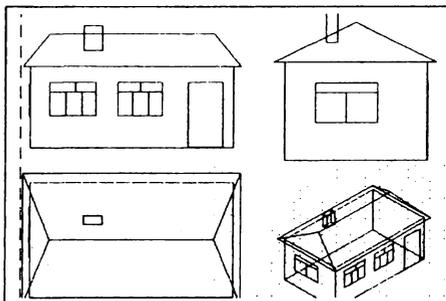

Рис. 5.11. Видовой экран в пространстве Model
- перейдите в пространство Модели и постройте проекции прямоугольника (рис. 5.11). По мере построения проекций будет строиться и изометрический чертёж. Для совмещения граней перетаскивайте проекции до совмещения их на изометрическом экране. Учитывайте высоту и уровень объектов. У отрезков, участвующих в построении чертежа, необходимо регулировать значение координаты **Z** начала и конца отрезков с помощью немодального окна **Свойства**;